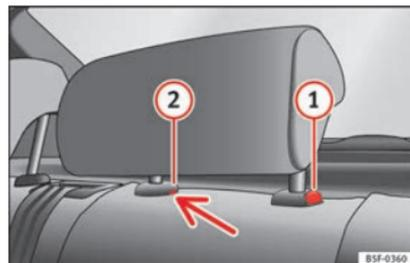

Fig. 146 Appui-tête central arrière : point de déverrouillage.
- Pour régler l'appuie-tête à une hauteur inférieure, appuyez sur la touche ① **» fig. 146** et déplacez-le vers le bas.
- Appuyez sur la touche ① **» fig. 146**, en appuyant en même temps sur l'orifice de sécurité ② **» fig. 146** avec un tournevis plat de 5 mm de largeur maximum et retirez l'appuie-tête.